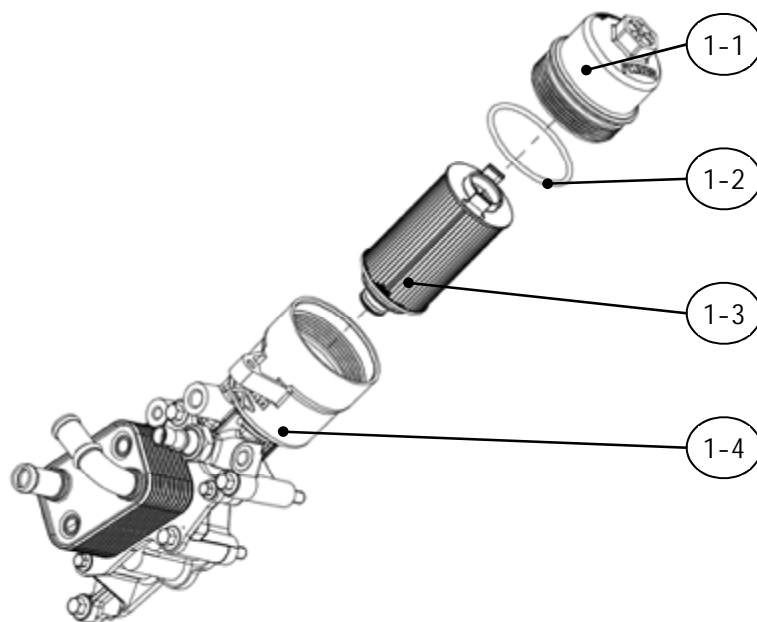

图 G-14 滤芯总成的更换
- 1) 在 O 型圈 ⑮ 上均匀涂少许润滑油，按图 G-14 所示从标尺管 ⑯ 下端套入至标尺管法兰处。